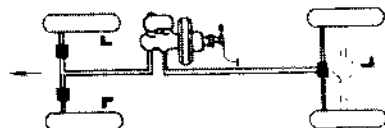

图 7.5 三传感器、三通道、前轮独立——后轮低选择控制的 ABS
④ 三传感器、三通道、前轮独立——后轮低选择控制的 ABS。
此类 ABS 仅适用于双制动管路为前后轮独立布置形式且采用后轮驱动的汽车, 后轮的速度信号由装在差速器上的一个测速传感器检测, 按低选择方式对两后轮进行制动控制, 其他特点及性能与类型③相近, 如图 7.5 所示。